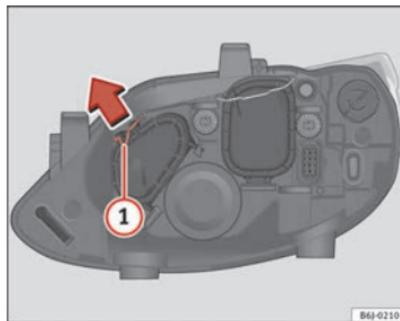

Fig. 149 Máximos
- Desloque o tirante ① no sentido da seta e puxe a tampa ⇒ Fig. 149. ▶